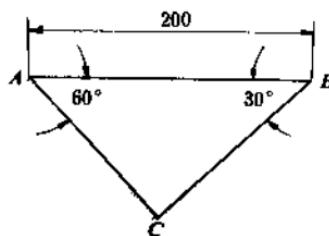

图 1
11. 用划规划线时，如图 1 所示。按图示尺寸划出 A、B 两中心后，要以 A、B 为圆心，用划规找出 C 点，试计算划规张开的尺寸 AC 和 BC。
解：由图 1 所示，三角形 ABC 为直角三角形，根据直角